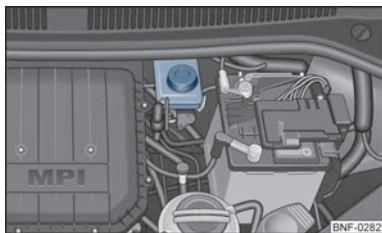

Bild 95 Motorrum: Lock till bromsvätskebehållare
- Kontrollera bromsvätskenivån i behållaren ⇒ bild 95. Nivån ska ligga mellan markeringarna "MIN" och "MAX".